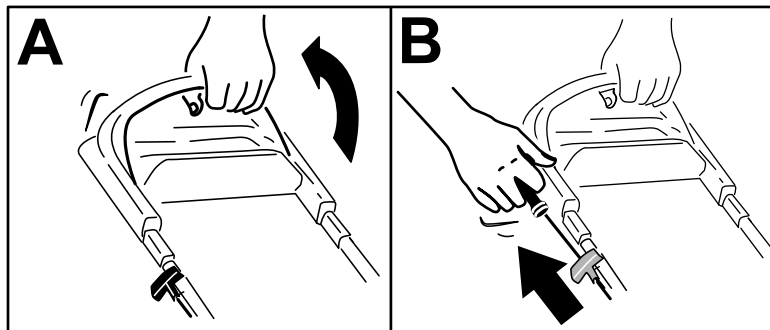

Figure 13
1. Serrez et maintenez la barre de commande de la lame contre le guidon (A de Figure 13).
2. Tirez légèrement la poignée du lanceur (B de la Figure 13) jusqu'à ce que vous sentiez une résistance, puis tirez vigoureusement et laissez le câble se rétracter lentement jusqu'au guide sur le guidon.